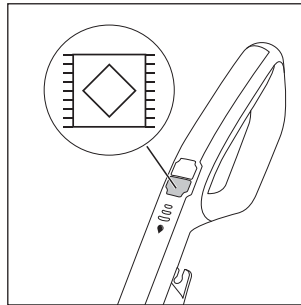

Fig. 17
- ◆ Pentru a porni aparatul apăsați comutatorul pentru mochetă  **13** (a se vedea fig. 17). LED-ul comutatorului pentru mochetă  **13** luminează albastru.
- ◆ Pentru a opri aparatul, apăsați din nou comutatorul pentru mochetă **13** (a se vedea fig. 17).